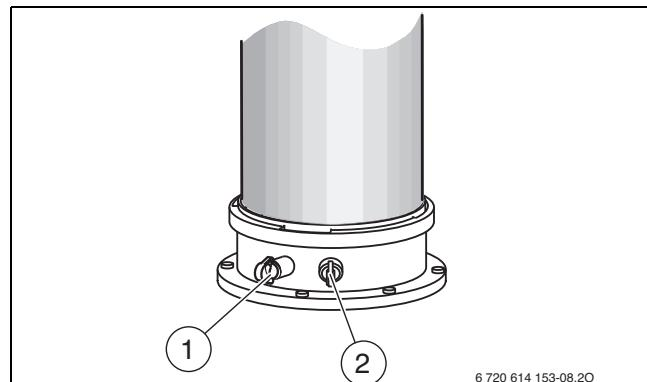

Bild 48 Abgasmessstutzen und Verbrennungsluft-Messstutzen
- Stopfen am Abgasmessstutzen [1] entfernen (→ Bild 48).